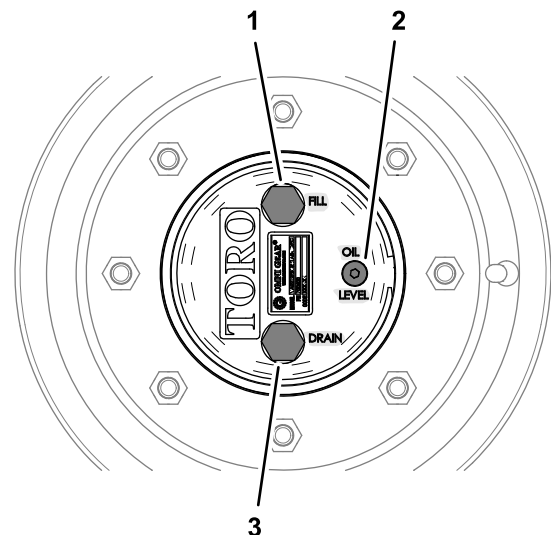

Figura 87
las 12) y el tapón de vaciado esté en la posición más baja (posición de las 6) (Figura 87).
1. Con la máquina en una superficie nivelada, coloque una rueda de manera que el tapón de llenado esté en la posición más alta (posición de las 12) y el tapón de vaciado esté en la posición más baja (posición de las 6); consulte Figura 87 en Comprobación del lubricante de la transmisión planetaria (página 71).